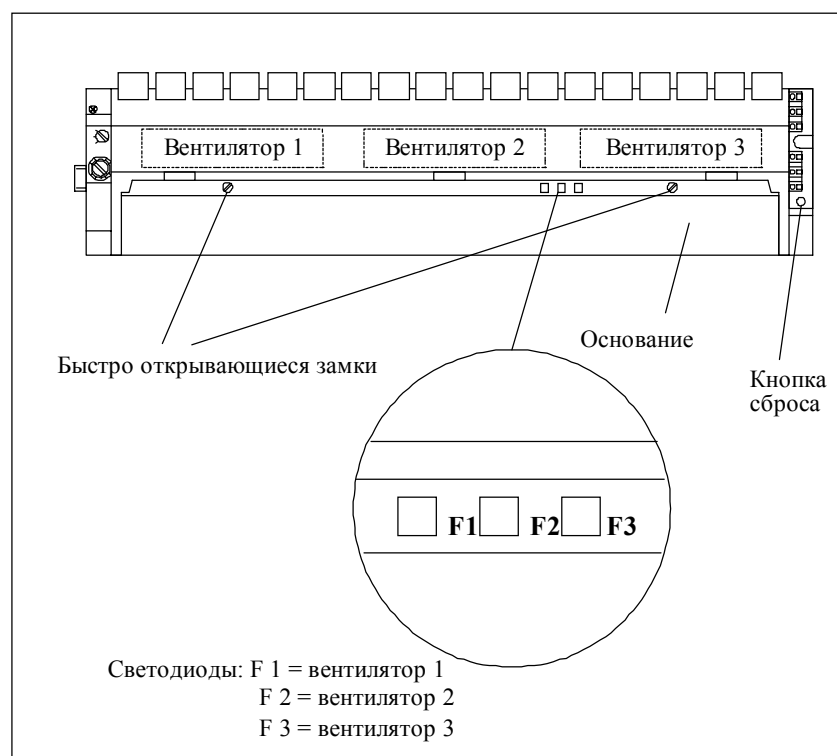

Рис. 9-3. Светодиоды вентиляторного узла
1. Поверните отверткой на четверть оборота против часовой стрелки и откройте два быстро открывающихся замка спереди вентиляторного узла (рис. 9-3).
8. С помощью остроконечного предмета нажмите кнопку сброса ☐RESET) ☐рис. 9-3). Светодиод неисправности выключится, и вентилятор начнет вращаться.